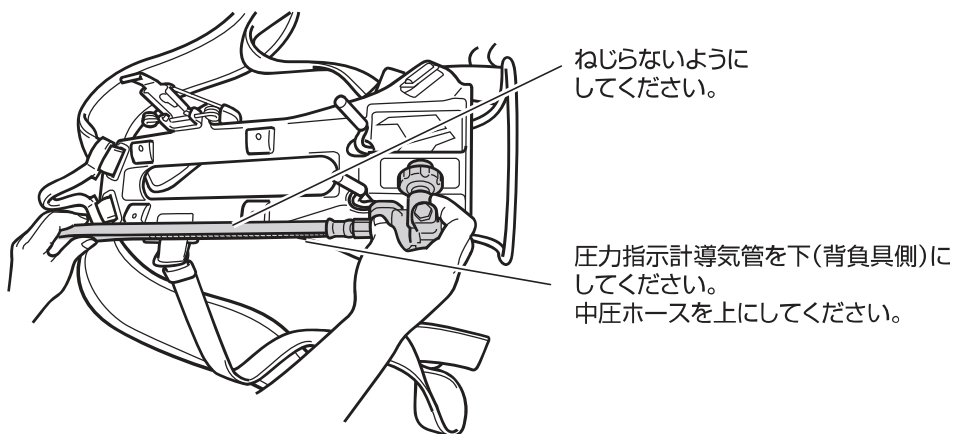

図 84 調整器を背負具にのせる
3. 新しい調整器を背負具にのせてください。（図 84 参照）